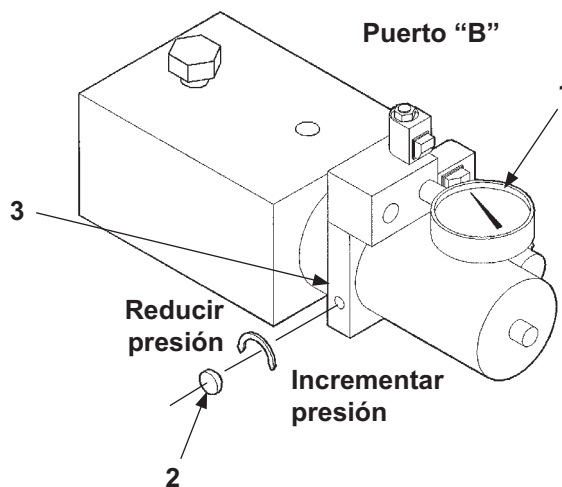

FIG. 44-1
4. Accione el selector de control de **Subir/Bajar** varias veces para verificar que la presión que marca el manómetro permanece establecida al valor apropiado (**FIG. 44-1**).